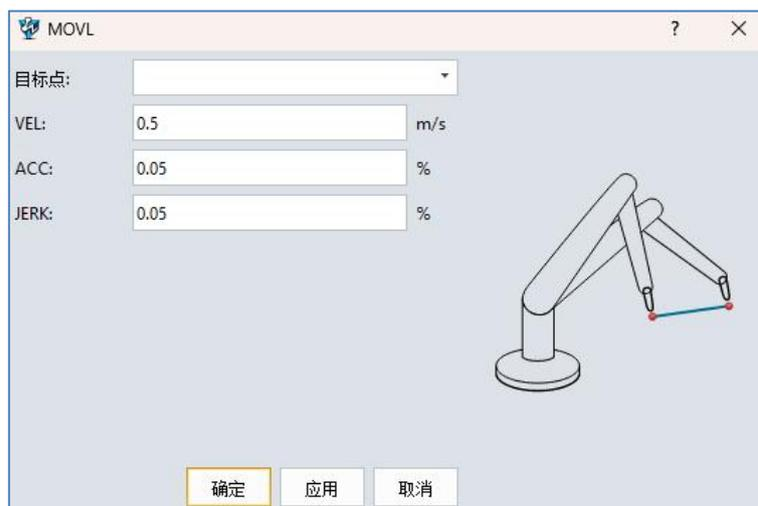

图 3-36:MOVL
(3) MOVL:
- **说明:** VEL 的单位为 m/s; ACC 和 JERK 都使用百分比形式, 输入范围为正数。如果小于或等于 0, 将报告错误; (图 3-36)。